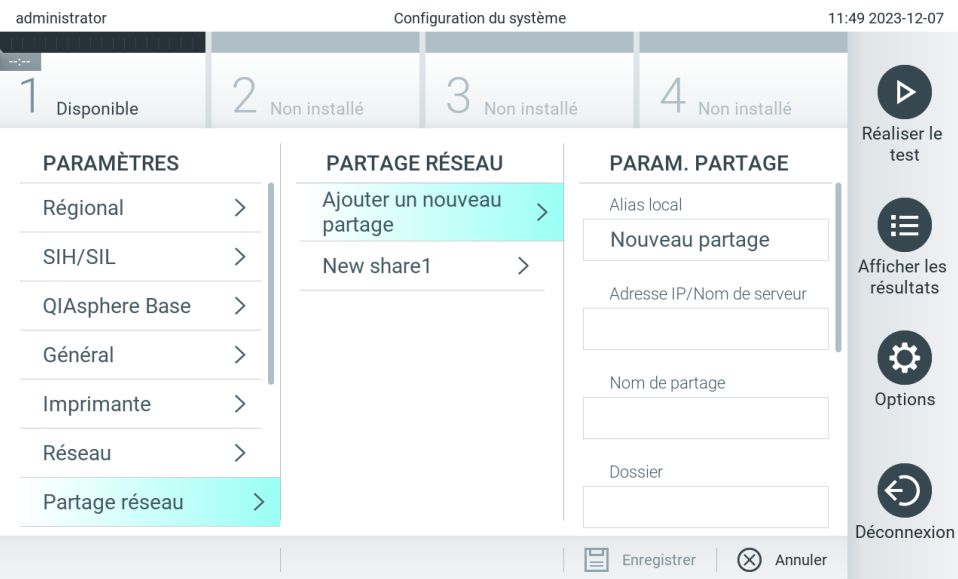

Figure 68. Ajout d'un partage réseau.
3. Appuyez sur **Add new share** (Ajouter un nouveau partage) (figure 68).